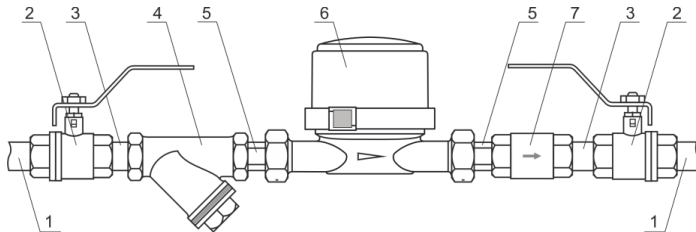

Рисунок 3 – Пример монтажа счётчика в трубопровод
Счётчик устанавливать в трубопровод без натягов, сжатий, перекосов и значительных усилий при затягивании резьбовых соединений так, чтобы направление потока воды соответствовало стрелке на корпусе (рисунок 3).
- отсутствие на сборке (см. рисунок 3) видимых повреждений в виде сколов и вмятин, следов коррозии материалов, а также отсутствие натекания воды на счётчик в связи с негерметичностью трубопроводов;